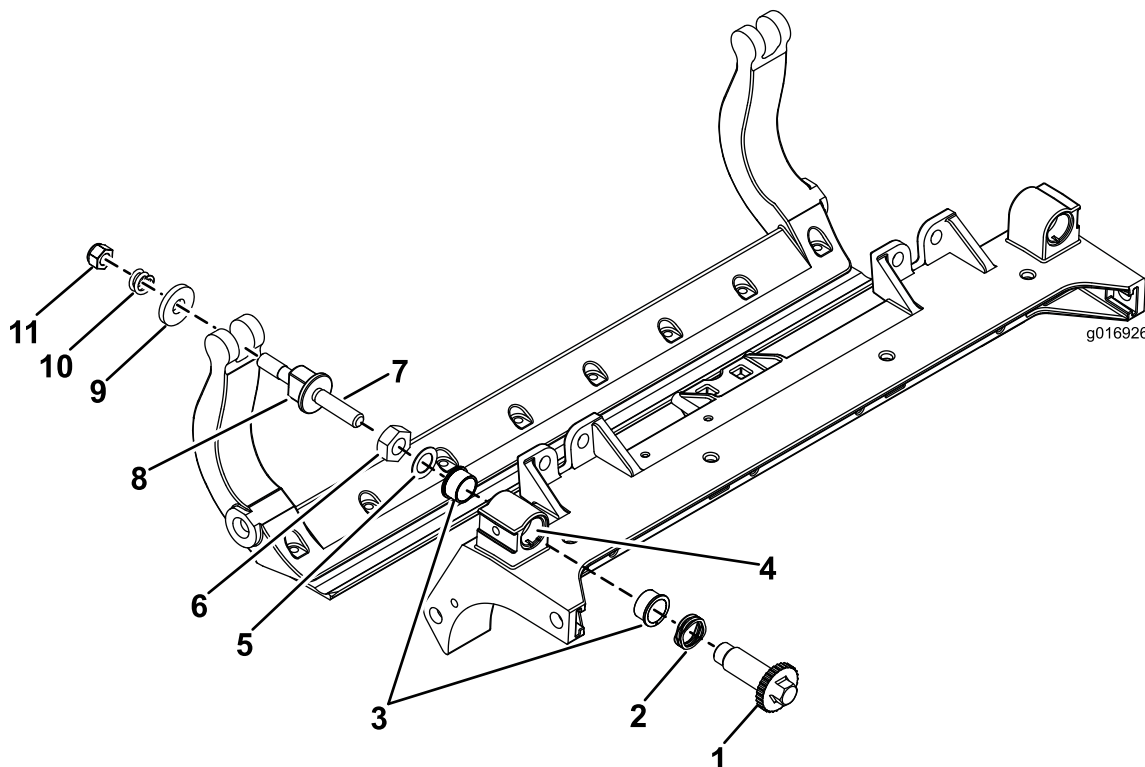

図 37
1. 全部のパーツを取り外すHD DPA キットモデル 120-7230の 取り付け要領書および 図 37を参照。
2. カuttingユニットのキャリアフレームのブッシュ挿入穴に固着防止コンパウンドを塗布する 図 37。
3. フランジブッシュのキーとフレームのキー溝を揃えて、ブッシュを挿入する 図 37。
4. アジャスタシャフトにウェーブワッシャを通し、アジャスタシャフトをCuttingユニットのフレームのフランジブッシュに通す 図 37。
5. 平ワッシャとロックナットでアジャスタシャフトを固定する 図 37。ロックナットを 20-27 Nm 2.1-2.6 kg.m = 15-20 ft-lbにトルク締めする。
その外側からスチール製ワッシャを取り付ける 図 37。
11. 各ベッドバーアジャスタアセンブリを締め付けて圧縮スプリングを完全に圧縮し、そこから1/2回転だけ戻す 図 37。